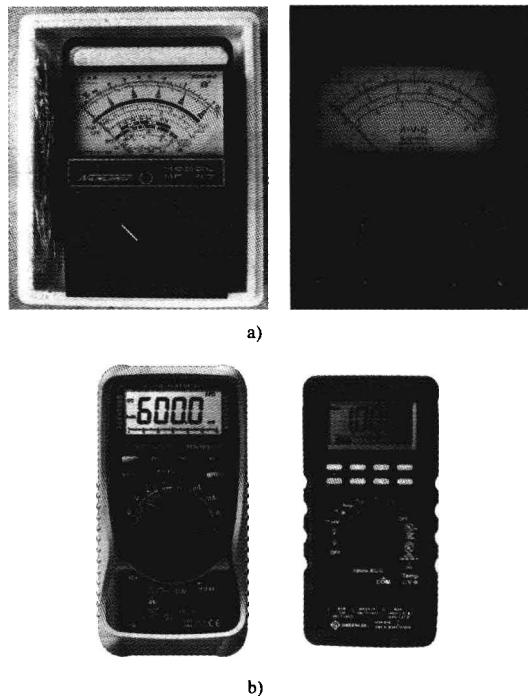

图 1-1 指针式万用表和数字式万用表
1) 按照显示方式，可分为指针式万用表和数字式万用表两大类，如图 1-1 所示。目前，这两种类型的万用表均有很多种型号，相对而言指针式万用表性价比高，故使用者较多。